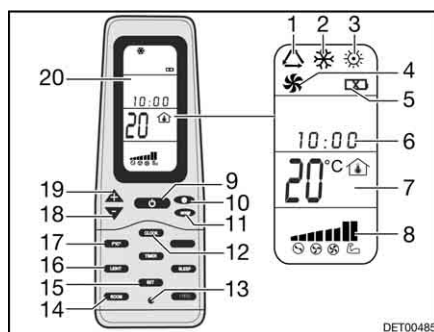

Fig. 111 Télécommande
- Appuyer sur la touche ON/OFF (Fig. 111,9).
- Appuyer sur la touche "Mode" (Fig. 111,11) autant de fois que nécessaire pour que le mode de fonctionnement souhaité (Fig. 111,1, 2, 3 ou 4) s'affiche à l'écran (Fig. 111,20).
- Régler la température désirée à l'aide des touches "+" (Fig. 111,19) et "-" (Fig. 111,18).
- Sélectionner le niveau de ventilation souhaité à l'aide de la touche de vitesse du ventilateur (Fig. 111,10).